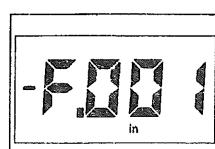

図 3-8
- F. nnn が表示されると、空きファイルになります。(図 3-8)